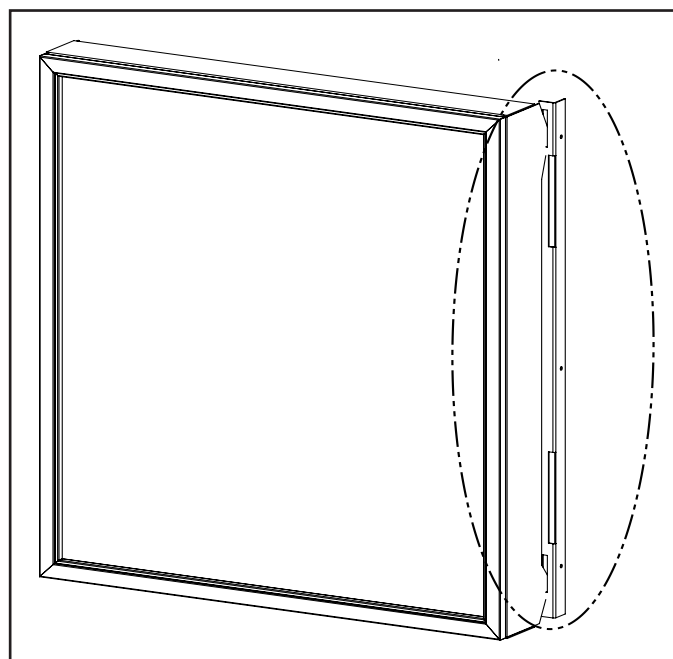

Figure 65: Installation de l'écran de sécurité sur Cabinet Support (Pièces pour plus de clarté)
2. Soulevez le visage debout devant la cheminée avec les quatre (4) crochets pointant vers la cheminée. Faites glisser les crochets dans les supports correspondants sur chaque côté de l'armoire (voir figure 65). Se assurer que les crochets sont sécurisés avant de libérer l'écran de sécurité.